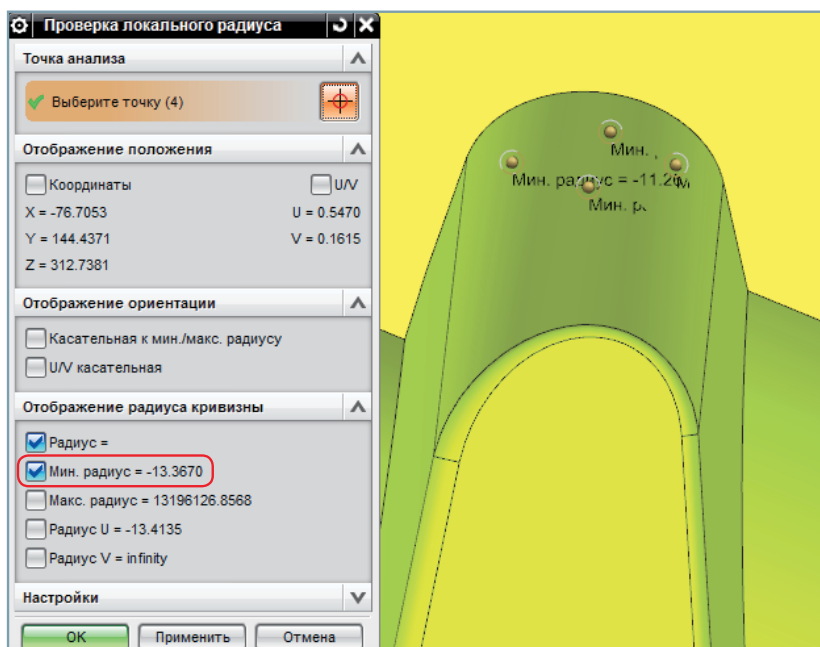

Рис. 1.26. Проверка локального радиуса модели помогает в выборе размеров инструмента
- Появится диалоговое окно (рис. 1.26).